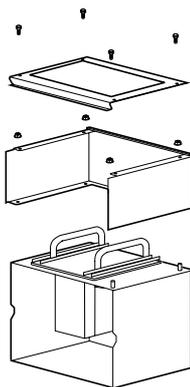
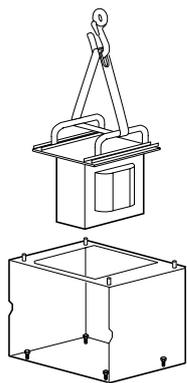

Рис. 2
Рис. 3
- 1 Разберите элементы трансформатора(ов) (рис. 2) и извлеките трансформатор(ы) с помощью тали (рис. 3)
- 2 Снимите фиксирующие винты (рис. 3), крепящие трансформатор(ы) к поддону